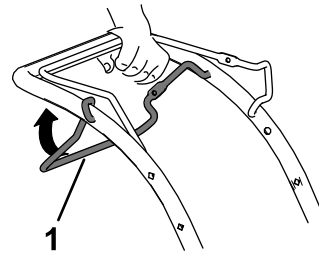

図 13
- 自走を開始するには自走バーをハンドルに押し付けるように握り込みます 図 13。